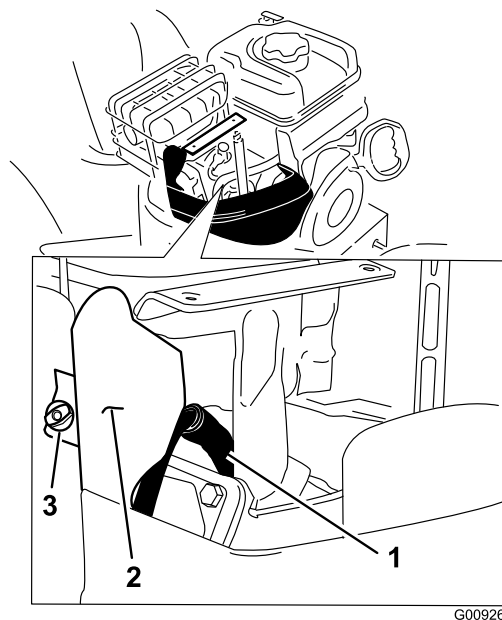

Figure 47
4. Enlevez la vis à oreilles du support et le support (Figure 47).
5. Nettoyez la surface autour de la base de la bougie (Figure 47).